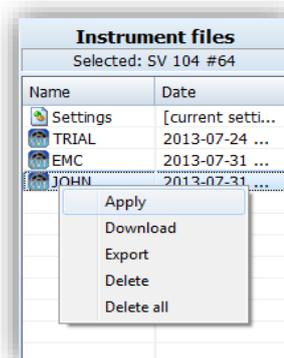

Abbildung 43: Messsetup aktivieren
11. Wenn Sie ein Setup einmal auf das entsprechende Messgerät kopiert haben, kann es folgendermaßen aktiviert werden. Entweder man wählt das Setup in der Supervisor Software im Setup Manager Fenster mit der rechten Maustaste aus und wählt „**Apply**“ (siehe Abbildung 43) oder direkt über das SV 104 Dosimeter, wie in Kapitel 4.6 beschrieben.